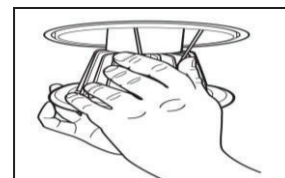

Figura 6
3. Una vez que todas las conexiones estén realizadas, apriete cada par de resortes de torsión y asíéntelos dentro de los soportes del montaje. Libere los resortes y empuje suavemente el ensamble en el montaje hasta que quede a nivel del techo. (Figura 6)
5. Una vez que todas las conexiones están realizadas, apriete cada par de resortes de torsión y coloque adentro de los soportes del montaje. Libere los resortes y empuje suavemente el ensamble en el montaje hasta que quede a nivel del techo. (Figura 6)